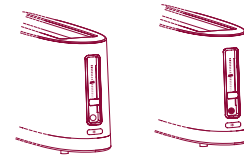

Fig. 8
- 4 Appuyer sur la touche DEFROST ❄️: le témoin intégré s'allumera (fig. 8).